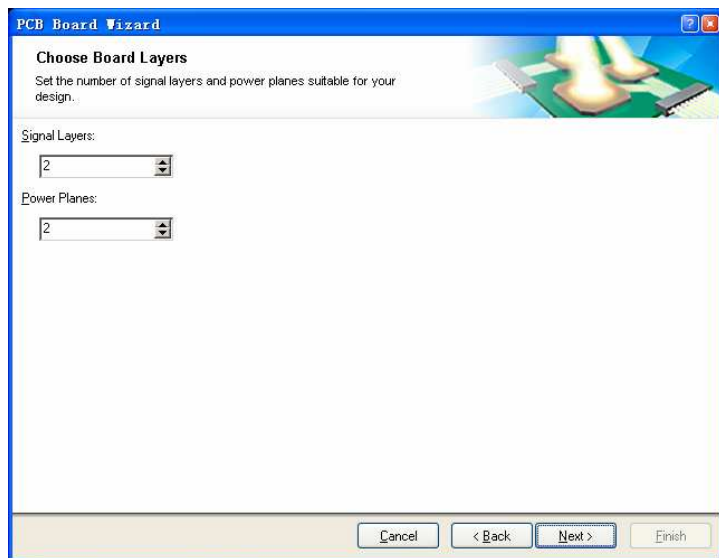

图 7.24 “Choose Broad Layers” 页面
(8) 在“Choose Board Inner Cuts” 页面内设置方孔宽度为 40mm，高度为 30mm，距离左侧边框 40mm，距离底部边框 30mm，单击“Next”按钮，显示如图 7.24 所示的“Choose Broad Layers” 页面。